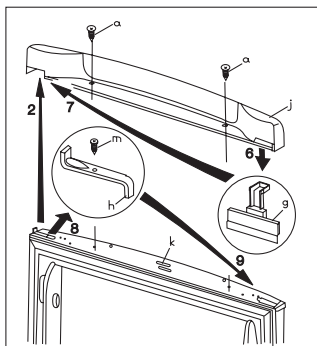

Fig.2
retirant les 2 vis (a), puis fermez la porte (Fig. 2).
- Transférez la plaque (g) d'un côté du cache supérieur (2) vers l'autre côté (Fig. 2).
- Dévissez la vis (m), retirez l'arrêtoir de porte (h) et fixez-la à l'envers de l'autre côté (Fig. 2).
le cache supérieur (j) à l'aide de 2 vis (a), tout en veillant et remettre l'aimant (k) en place, puis fermez la porte (Fig. 2).